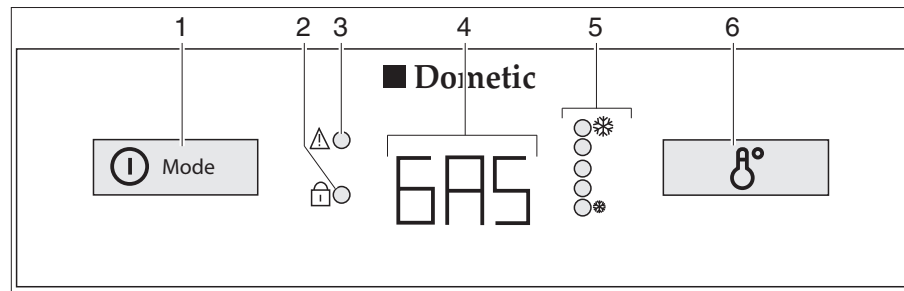

Bild 355 Bedienelemente für den Kühlschrank (Dometic 8er-Reihe mit AES)
Bei Störungen blinkt die Anzeige-LED Störung "!" (Bild 355,3).
Wenn die 230-V-Versorgung **nicht** angeschlossen und der Fahrzeugmotor **ausgeschaltet** ist, wählt das AES die Gasversorgung. Beim Anwählen des Gasbetriebs wird die Zündsicherung automatisch geöffnet, so dass Gas zum Brenner strömen kann. Gleichzeitig wird der elektronische Zünder eingeschaltet. Erlischt die Gasflamme, z. B. durch einen Luftzug, wird der Zünder sofort aktiviert und zündet das Gas wieder an. Bei Störung im Gasbetrieb blinkt in der Betriebsanzeige (Bild 355,4) der Text "GAS".
Nach dem Einschalten wählt der Kühlschrank automatisch die mittlere Thermostateinstellung. Diese Einstellung kann manuell mit dem Schalter für die Temperatureinstellung (Bild 355,6) nachgeregelt werden. Die Anzeige-LEDs (Bild 355,5) zeigen die gewählte Thermostateinstellung an. Mit dem Schalter wird die Kühltemperatur für alle drei Energiearten eingestellt. Es dauert einige Stunden, bis der Kühlschrank die normale Betriebstemperatur erreicht hat. Beim Umschalten der Betriebsart wird die Thermostateinstellung beibehalten. Die Kühltemperatur wird unabhängig von der Energieart beibehalten.
- Den Einschalter/Energie-Wahlschalter (Bild 355,1) 2 Sekunden lang drücken, um das Gerät einzuschalten. Die zuletzt gewählte Betriebsart wird in der Betriebsanzeige (Bild 355,4) angezeigt.
- Mit dem Einschalter/Energie-Wahlschalter (Bild 355,1) die Energieart wählen.
- Die Kühltemperatur am Schalter für Temperatureinstellung (Bild 355,6) einstellen. Die Anzeige-LEDs (Bild 355,5) zeigen die gewählte Thermostat-Einstellung.
- Den Einschalter/Energie-Wahlschalter (Bild 355,1) 2 Sekunden lang drücken. Alle Anzeigen erlöschen.